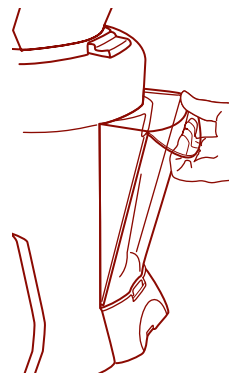

Figura 7
7. Para retirar el depósito de hielo derretido, sostenga firmemente la unidad y tire de la manija. *Figura 7*